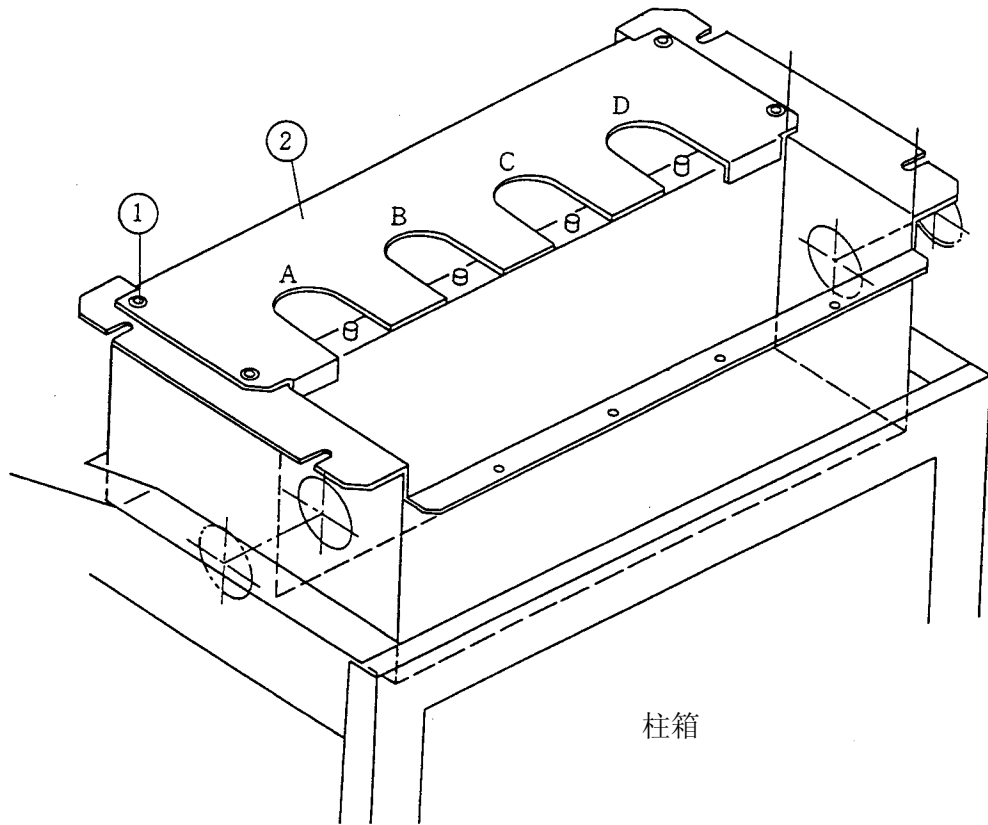

图 2.3
2) ECD检测池安装在图 2.3 中所示的GC-14C主机检测器台上A~D上。安装的位置虽没有特殊限定,但如不安装其他检测器时,在中央的B或C为宜。但有时根据使用的色谱柱或进样器组件,安装位置已确定。例如使用 40mm间距标准的填充柱时,必须将ECD检测池安装在进样器组件的正后方位置上。如图 2.2 所示,例如使用I₂的进样器组件,使用 40mm的填充柱时,ECD检测池必须安装在D₂的位置上。